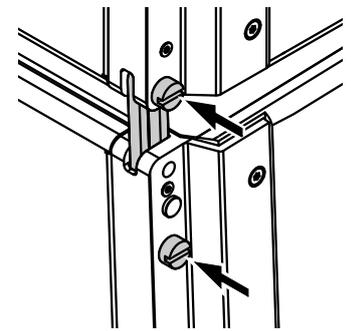

Abb. 4: SUB zu SUB, 2° Splay-Winkel, gesperrt
4. SUB zu SUB mit 2° Splay-Winkel (gesperrt) zwischen den Lautsprechern (⇒ Abb. 4).